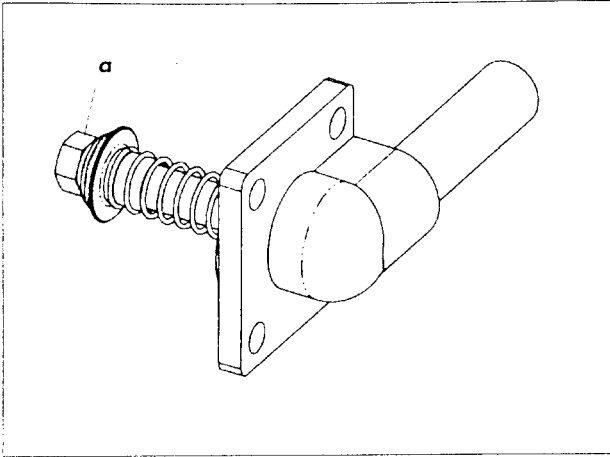

Abb. 8
- Die Erdgasdüse (Abb.8, Pos. a) muß gegen eine Flüssiggasdüse 3,4 mm Durchmesser ausgetauscht werden.